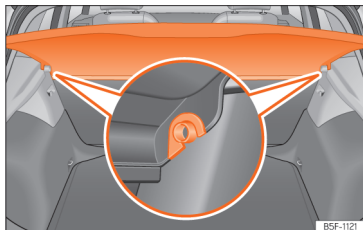

Fig. 138 Nel bagagliaio: smontare e montare il ripiano.
- Togliere il pianale dai supporti laterali »» fig. 138 tirandolo verso l'alto ed estrarlo.
- Inserire la copertura in modo orizzontale facendo coincidere la "mezzaluna" sull'asse dei supporti »» fig. 138 e premendo verso il basso fino a far scattare l'innesto.